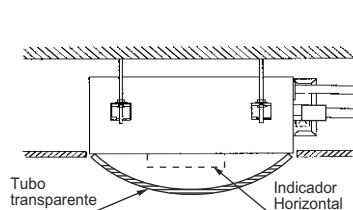

Fig. 18
- Use el tubo transparente lleno de agua para comprobar el nivel de los cuatro lados o de la dirección en línea diagonal, el indicador de nivel también puede comprobar el nivel de los cuatro lados del cuerpo principal (vea Fig. 18) Si el tubo está en mal estado, es posible que haya fugas y el interruptor de nivel de agua sufra alguna avería.